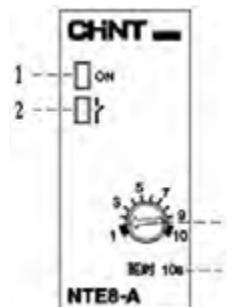
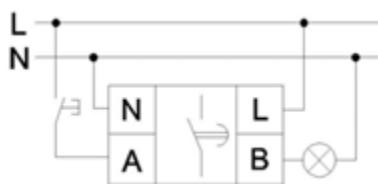
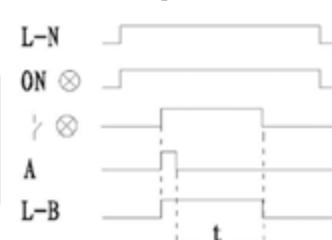

Рис. 2. NTE8-A/B/J
Рис. 7. Метод проводного монтажа NTE8-A
Рис. 14. Диаграмма рабочей последовательности NTE8-A
3.2 Схема панели: см. рис. 2–6; схема соединений: см. рис. 7–13; схема рабочей последовательности: см. рис. 14–26.